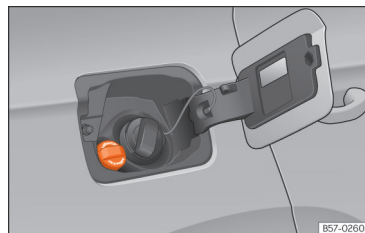

Fig. 206 Tampão do bocal de enchimento do reservatório do AdBlue®.
- Abrir a tampa do depósito »» Fig. 206.
- Gire o tampão de fecho do bocal de enchimento de SCR para a esquerda »» Fig. 206.